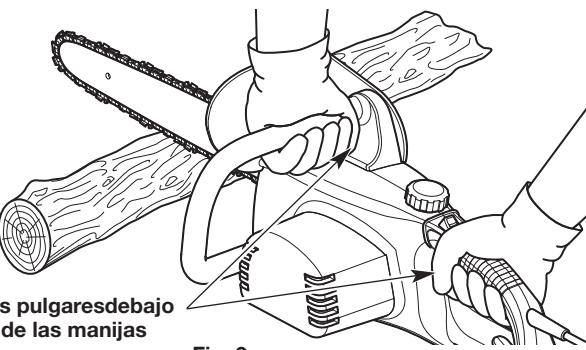
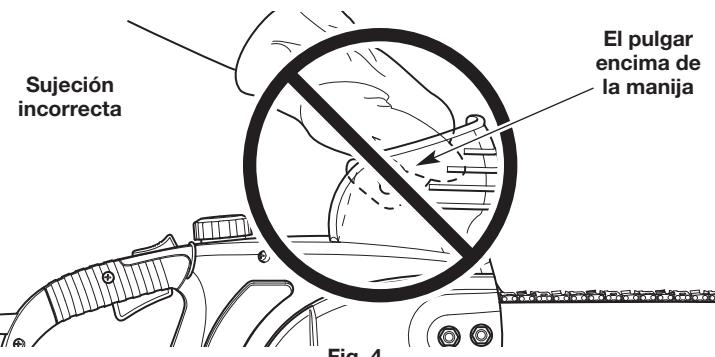

Fig. 3
Fig. 4
- Rodee firmemente las manijas con los pulgares y dedos de la mano (Fig. 3). Esto reducirá la posibilidad de perder el control de la unidad en caso de que se produzca un retroceso. Cualquier sujeción con los pulgares y dedos de la mano en el mismo lado de las manijas es peligroso (Fig. 4).